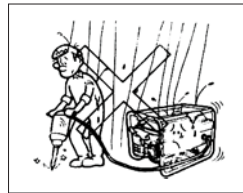

Fig. 2
- 1-2 No utilizarlo bajo esta condición (ver fig. 2).